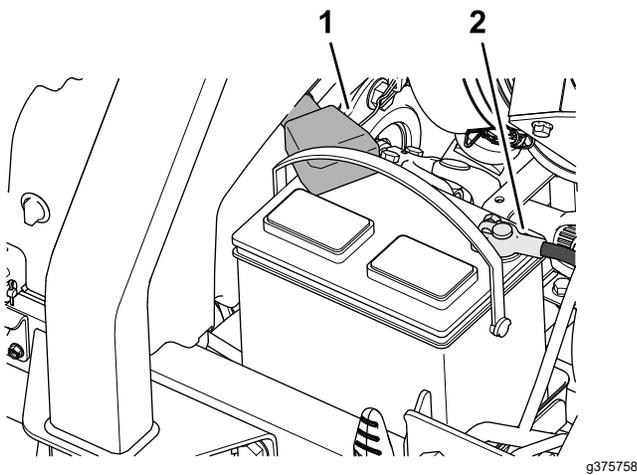

Figure 94
3. Débranchez le câble négatif de la batterie (Figure 94).